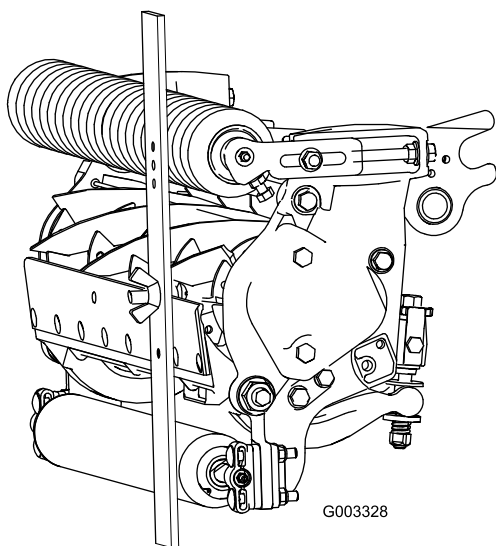

Figura 20
4. Agganciate la testa della vite sul tagliente della controlama e appoggiate l'estremità posteriore della barra sul rullo posteriore (Figura 20).
5. Ruotate la vite di regolazione finché il rullo anteriore non toccherà la barra di riferimento (Figura 20).